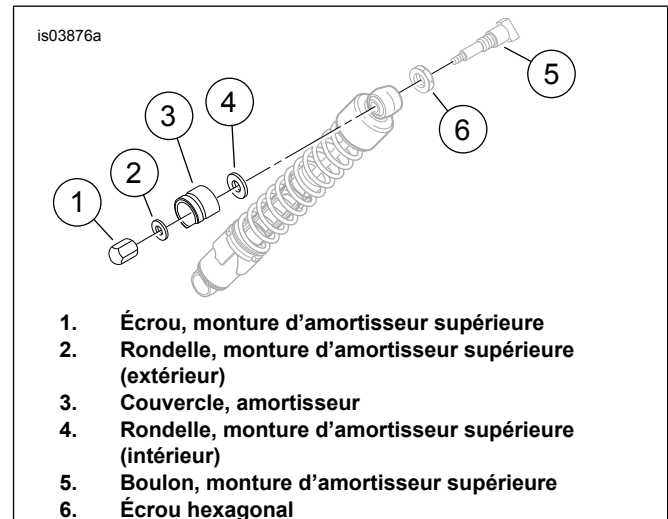

Figure 1. Monture supérieure de l'amortisseur arrière, modèles de 1994 à 1999
2. Voir Figure 1. Retirer et mettre de côté l'écrou d'amortisseur supérieur (1), la rondelle extérieure (2) et le couvercle d'amortisseur (3). Ne pas retirer la rondelle intérieure (4) d'équipement d'origine (O. E.) située derrière le couvercle d'amortisseur et contre l'amortisseur.